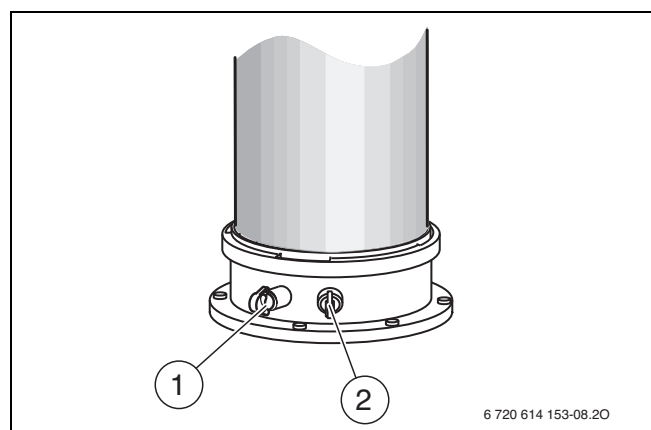

Bild 78 Abgasmessstutzen und Verbrennungsluft-Messstutzen
- ▶ Stopfen am Verbrennungsluft-Messstutzen (→ Bild 78, [2]) entfernen.
- ▶ Stopfen am Abgasmessstutzen (→ Bild 78, [1]) entfernen.